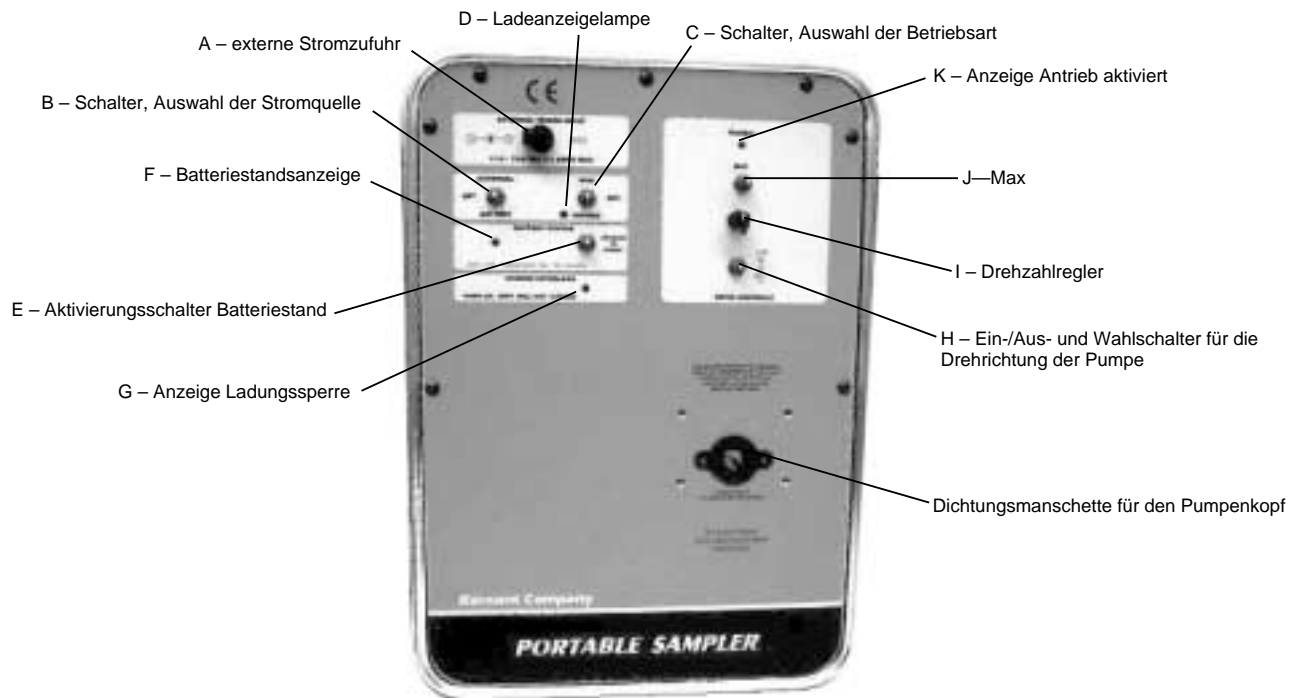

ABBILDUNG 1 BEDIENFELD
- Die mitgelieferte Wechselstrom-Gleichstromversorgung mit Umrichter an den Antrieb anschließen. Hierzu die Abdeckung für die Steckbuchse **EXTERNAL POWER INPUT (EXTERNE STROMZUFUHR) (A)** anheben und den 2,5 mm Koaxialnetzsteckverbinder in die Buchse stecken. (Siehe Abbildung 1.)
- Mit dem **Ein-/Aus- und Wahlschalter für die Pumpendrehrichtung (H)** entweder **IM UHRZEIGERSINN** (Rechtspfeil) oder **ENTGEGEN DEM UHRZEIGERSINN** (Linkspfeil) wählen. (Siehe Abbildung 1.) (Bei einem Richtungswechsel erst den Strom abschalten, d.h. den Wahlschalter für die Drehrichtung auf die mittlere, bzw. **OFF- (Aus)** Stellung stellen.)
- Die **Durchflussrate der Pumpe** mit dem 1-Gang-**Drehzahlregler (I)** einstellen. Zur Erhöhung der Durchflussrate den Knopf **IM UHRZEIGERSINN** drehen, zur Verringerung der Durchflussrate den Knopf **ENTGEGEN DEM UHRZEIGERSINN** drehen.
- Zum **Vorfüllen des Schlauchs** den Schalter **„MAX“ (J)** nach oben bzw. unten kippen, so dass die Pumpe mit maximaler Drehzahl läuft.
- Die mitgelieferte Wechselstrom-Gleichstromversorgung mit Umrichter an den Antrieb anschließen. Hierzu die Abdeckung für die Steckbuchse EXTERNAL POWER INPUT (EXTERNE STROMZUFUHR) (A) anheben und den 2,5 mm Koaxialnetzsteckverbinder in die Buchse stecken. (Siehe Abbildung 1.)
- Die Wechselstrom-Gleichstromversorgung mit Umrichter an eine Wechselstromquelle anschließen. Den Schalter EXTERNAL/BATTERY (EXTERN/BATTERIE) für die Auswahl der Stromquelle (B) auf EXTERNAL stellen.
- Den Schalter CHARGE/RUN (LADEN/BETRIEB) für die Auswahl der Betriebsart (C) auf RUN stellen.
- Mit dem Ein-/Aus- und Wahlschalter für die Pumpendrehrichtung (H) entweder IM UHRZEIGERSINN (Rechtspfeil) oder ENTGEGEN DEM UHRZEIGERSINN (Linkspfeil) wählen. (Siehe Abbildung 1.) (Bei einem Richtungswechsel erst den Strom abschalten, d.h. den Wahlschalter für die Drehrichtung auf die mittlere, bzw. OFF- (Aus) Stellung stellen.)
- Die Durchflussrate der Pumpe mit dem 1-Gang-Drehzahlregler (I) einstellen. Zur Erhöhung der Durchflussrate den Knopf IM UHRZEIGERSINN drehen, zur Verringerung der Durchflussrate den Knopf ENTGEGEN DEM UHRZEIGERSINN drehen.
- Zum Vorfüllen des Schlauchs den Schalter „MAX“ (J) nach oben bzw. unten kippen und festhalten, so dass die Pumpe mit maximaler Drehzahl läuft.
- A. Die mitgelieferte Wechselstrom-Gleichstromversorgung mit Umrichter anschließen. Hierzu die Abdeckung für die Steckbuchse **EXTERNAL POWER INPUT (externe Stromzufuhr) (A)** anheben und den 2,5 mm Koaxialnetzsteckverbinder in die Buchse stecken. (Siehe Abbildung 1.)
- C. Den Schalter **CHARGE/RUN (LADEN/BETRIEB)** für die Auswahl der Betriebsart (C) auf **CHARGE** stellen.